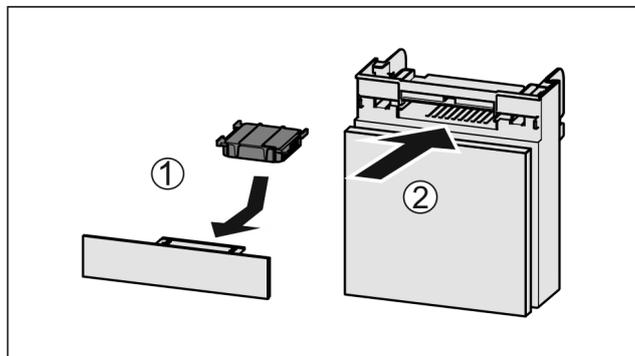

Fig. 114
- ▶ Поставете Fig. 114 (1) филтъра с активен въглен, както е показано на фигурата.
- ▶ Вкарайте Fig. 114 (2) отделениято.